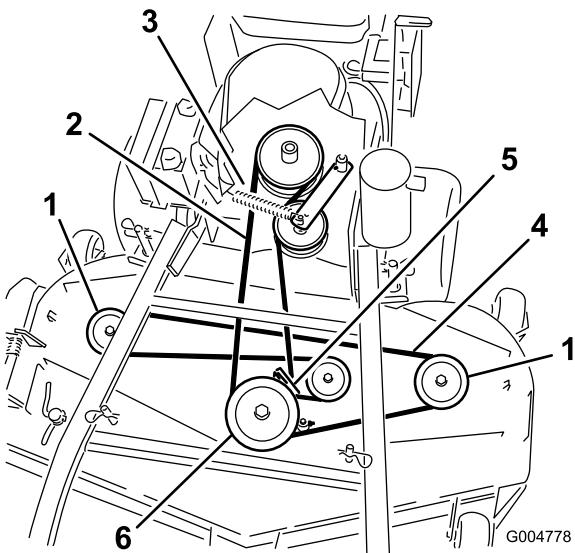
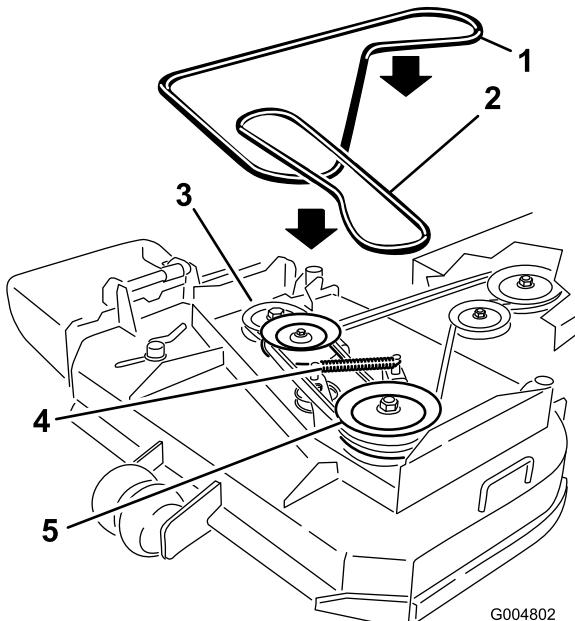

Figure 45
Figure 46
6. Décrochez le ressort du bras de la poulie de tension pour réduire la tension sur le bras et la poulie de tension, puis enlevez la courroie usagée (Figure 45 ou Figure 46).
7. Placez une courroie neuve autour des deux poulies d'axe extérieures, de la poulie de tension et dans la gorge inférieure de la poulie d'axe double (Figure 45 ou Figure 46).
8. Raccrochez le ressort du bras de tension (Figure 45 ou Figure 46).
10. Réglez l'écartement entre le guide et la courroie à 3 mm (1/8") (Figure 45 ou Figure 46).